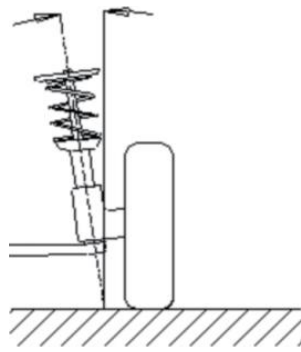

图1.3 主销内倾角示意图
- 主销内倾角(Steering Axle Inclination)定义为由车前看转向轴中心线与垂直线所成的角度，如图1.3。有了主销内倾角可使车重平均分布在轴承之上，保护轴承不易受损，并使转向力平均，转向轻盈。反之，若主销内倾角为0，则车重和地面的反作用力会在车轴产生很大的横向切应力，易使车轴受损，转向也会变得沉重。此外，主销内倾角也是前轮转向回正力的来源。主销内倾角在车辆悬架设计之初就已设定好，通常是不可调整的。